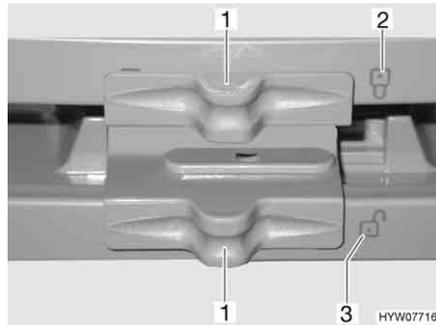

Fig. 140 Bloccaggio della porta del frigorifero/del vano congelatore (serie Dometic 7 con vano congelatore separato)
- Spingere il bloccaggio (Fig. 140,1) di lato in modo che la serratura aperta "☒" (Fig. 140,3) sia visibile.
- Spingere il bloccaggio (Fig. 140,1) di lato in modo che la serratura aperta "☒" (Fig. 140,2) sia visibile.